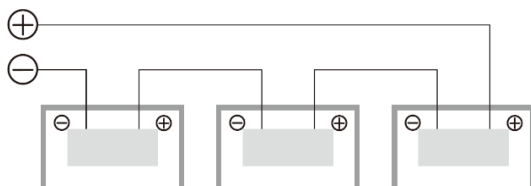
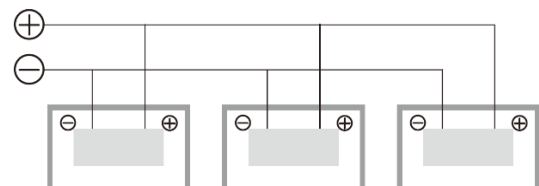

图 4 串联线路图
图 5 并联线路图
- 5) 为了确保系统正常运行，在连接组件或连接负载（如变频器、电池等）时，应观察确保电缆的极性连接正确（如图 4、图 5 所示）。如果组件连接不正确，旁路二极管可能会损坏。组件可以串联接线以增加电压。串联连接是将接线从一个组件的正极端子连接到下一个组件的负极端子上。图 4 显示了组件的串联连接方式。组件可以并联连接以增加电流（图 5 所示）。并联连接是将接线从一个组件的正极端子连接到下一个组件的正极端子上。